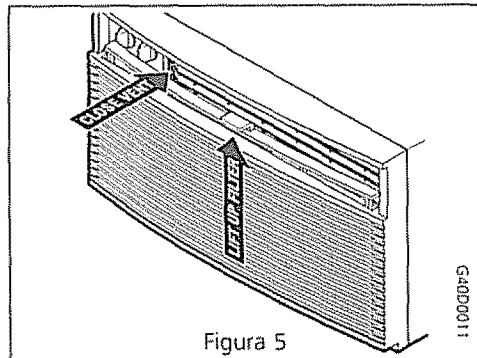

Figura 5
- Para los modelos compactos, empuje la manija del control de evacuación hacia la posición CERRADO. Sujete la lengüeta y levante el filtro derecho hacia arriba y hacia afuera (Figura 5). **Nota:** Para los modelos compactos sin la lengüeta del filtro visible, ver "Desmontaje del Filtro, Algunos Modelos Compactos" en la página anterior.